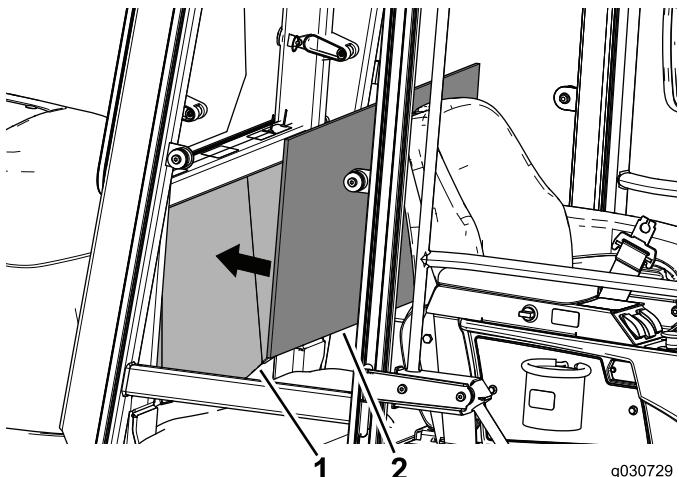

Figura 31
2. Alinhe o painel do estofo com o centro do painel traseiro no interior da cabina para verificar o ajuste e instalação (Figura 31).